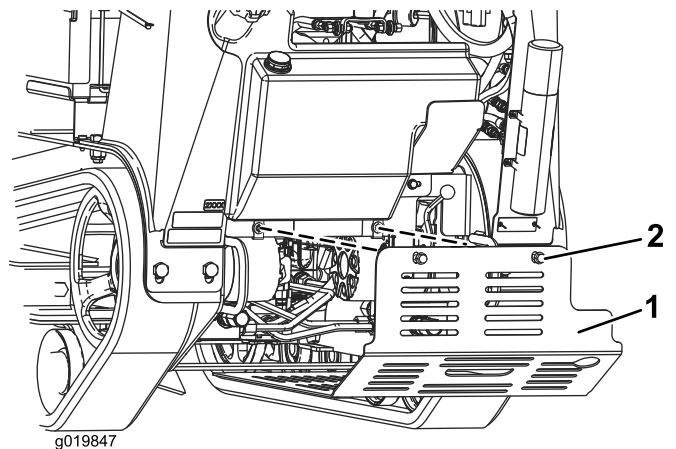

Figura 25
2. Afloje secuencialmente los 2 pernos que sujetan el protector inferior hasta que el deflector quede libre (Figura 25).
2. Introduzca el protector inferior en la máquina (Figura 25).